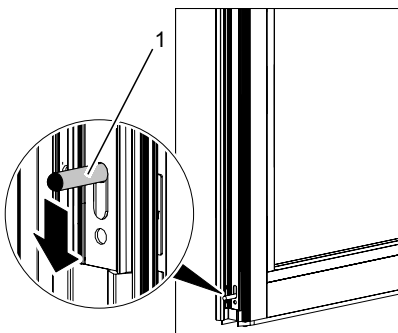

Abb. 8: Stirnfeststeller betätigen
1. Stirnfeststeller (Abb. 8/1) mit der Fußspitze oder der Hand nach unten drücken.